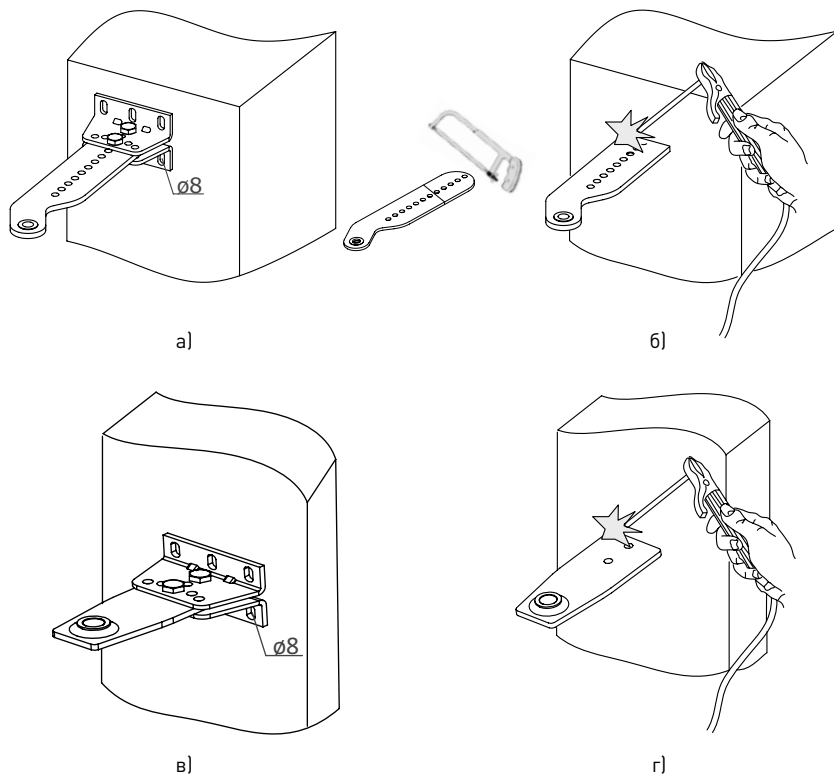
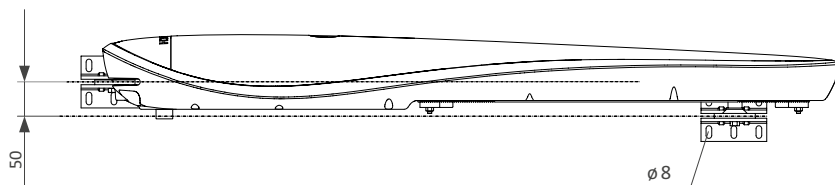

Рисунок 9. Установка крепления заднего, переднего
Рисунок 11. Установка крепления переднего
- Закрепите заднее крепление на столбе, крепление можно прикрутить или приварить к столбу (рис. 9). Убедитесь, что крепление установлено горизонтально. Крепление должно быть собрано и установлено жестко.
- Выдержав монтажный размер **W**, закрепите переднее крепление на створке (рис. 11). Крепление можно прикрутить или приварить к створке (рис. 9). Установку проверяйте уровнем.